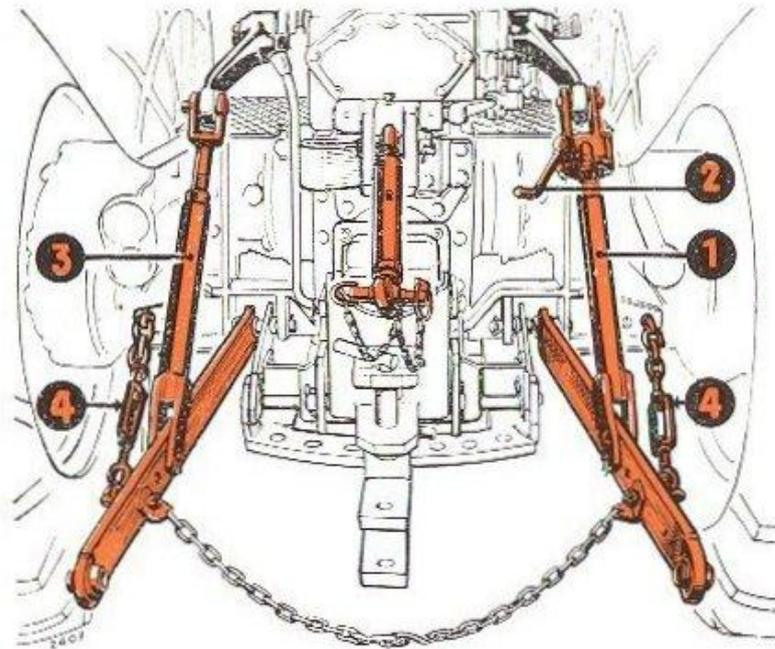

FIG. 25.
Pour corriger l'inclinaison transversale des outils, régler la longueur du tirant droit (1) en agissant sur la manivelle (2) (FIG. 25).